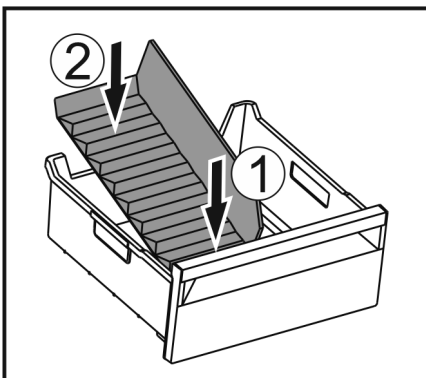

Fig. 147
- ▶ Colocar la parte delantera del separador para congelador. Fig. 147 (1)
- ▶ Bajar la parte posterior del separador para congelador hasta la base del cajón. Fig. 147 (2)